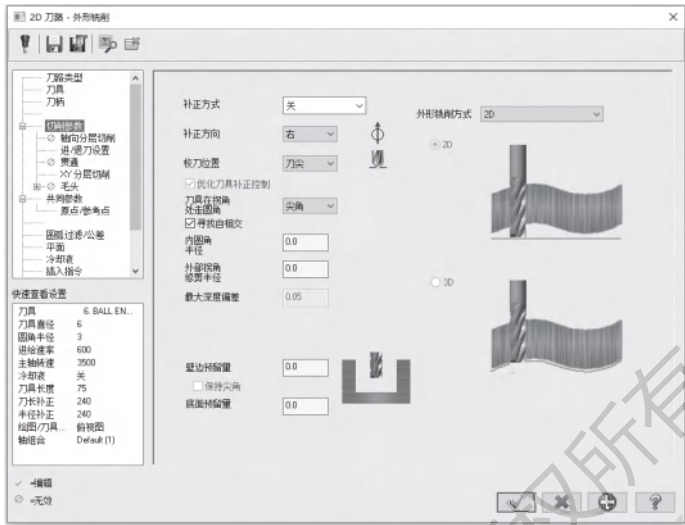

图 6-75 设置切削参数
3) 打开【切削参数】选项卡，设置【补正方式】为【关】，【补正方向】为【右】，【外形铣削方式】为【2D】，【壁边预留量】和【底面预留量】为 0.0mm，其他参数按默认设置，如图 6-75 所示。